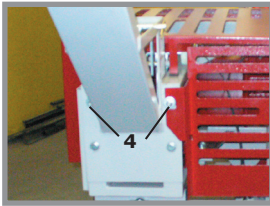

Abb. 4
Die Zuführrinne wird mit 2 Stück Sechskantmuttern (4) an der Maschine angeschraubt („siehe Abb. 4“)